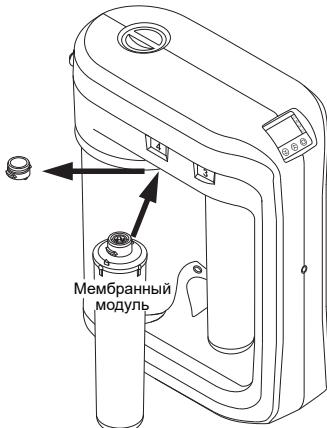

Рис. 12
- Удалите из гнезда блока обратноосмотической мембранны сервисную заглушку и установите на ее место мембранный модуль, как показано на рис. 12.